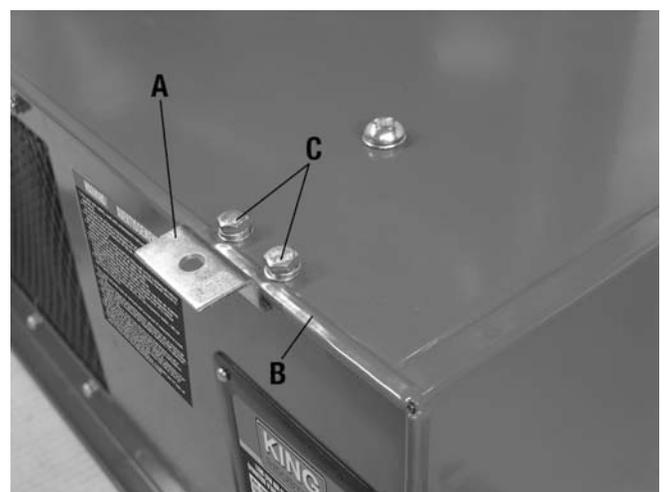

FIGURE 6
- 1) Quatre supports (A) Fig.6 peuvent aussi être utilisés pour fixer l'épurateur d'air au plafond ou un mûr.
- 2) Placez un bout du support sous le rebord du boîtier (B).
- 3) Fixez le support (A) au boîtier en utilisant deux boulons, rondelles à ressort et rondelles (C), voir Fig.6. Répétez ces étapes pour les trois autres supports.